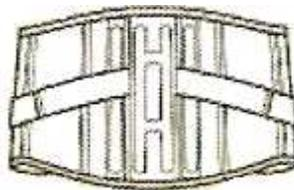

Figure 31 : CMLR droite et sans emboîtement ⁽⁵⁶⁾
- CMLR droite et sans emboîtement. Prévues surtout pour les hommes sans proéminence abdominale mais aussi quelques fois pour les femmes. La hauteur avant est quasi-identique à la hauteur dos (Figure 31) ;